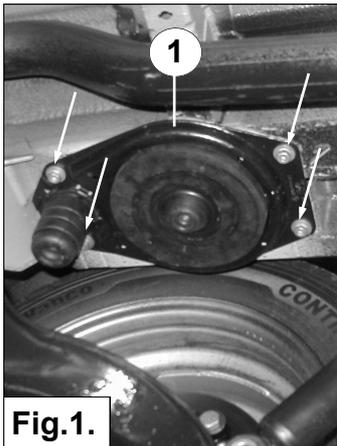

Fig.1.
3. Demonteer de bovenplaat 1 door de 4 bouten los te draaien. Zie fig.1.
3. Dismount the upper plate 1 by loosening the 4 bolts. See fig.1.
3. Demontieren Sie die obere Platte 1 durch die 4 Bolzen zu lösen. Sehe fig. 1.
3. Démontez la plaque supérieur 1 en desserrant les 4 boulons. Voir fig. 1.
3. Demontera den övre plattan 1 genom att lossa de 4 bultarna. Se fig. 1
3. Desmonte la placa superior 1, soltando los 4 tornillos. Véase fig. 1.